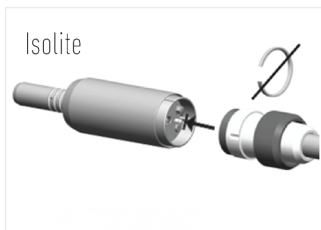

FIG. 3
2. Placer motoren og dens proprietære slang (uden ringen, der følger med slanger REF. 1600120-001 og REF. 1600315-001) som vist i (FIG. 3). Drej den for at finde den nøjagtige position, og skub den ind i motoren.